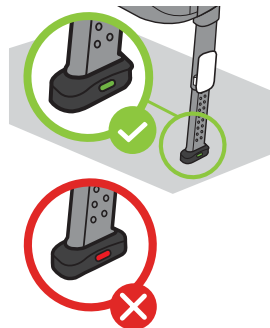

Figure 65
- Vérifiez que l'indicateur de pression du piètement de charge est passé du rouge au vert, comme indiqué dans la **Figure 65**. Si l'indicateur reste rouge après le verrouillage de le piètement de charge en position, étirez encore une fois le piètement de charge pour augmenter le contact entre le plancher du véhicule et le piètement de charge.